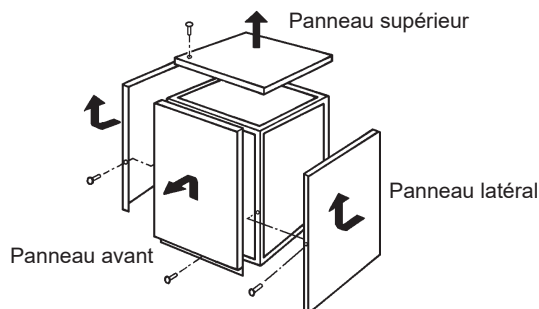

Fig. 2
- 3) Retirer les panneaux avant, supérieur et latéraux. Voir Fig. 2.